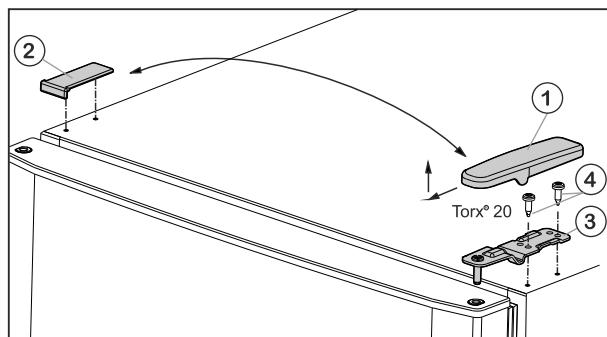

Fig. 6
- Изтеглете капака Fig. 6 (1) напред и нагоре.
- Свалете капака Fig. 6 (2).
- Развийте горната лагерна стойка Fig. 6 (3) ((2 x Torx® 20) Fig. 6 (4) и издърпайте нагоре.
- Поставете горната лагерна опора Fig. 6 (3) върху новата страна на пантите във вратата.
- Затегнете горната лагерна опора **здраво (с 4 Nm)** (2 x Torx® 20) Fig. 6 (4). Евентуално използвайте акумулаторна отвертка.
- Поставете капака Fig. 6 (1) от срещуположната страна отзън и го фиксирайте.
- Поставете капака Fig. 6 (2) също от срещуположната страна отгоре и го фиксирайте.